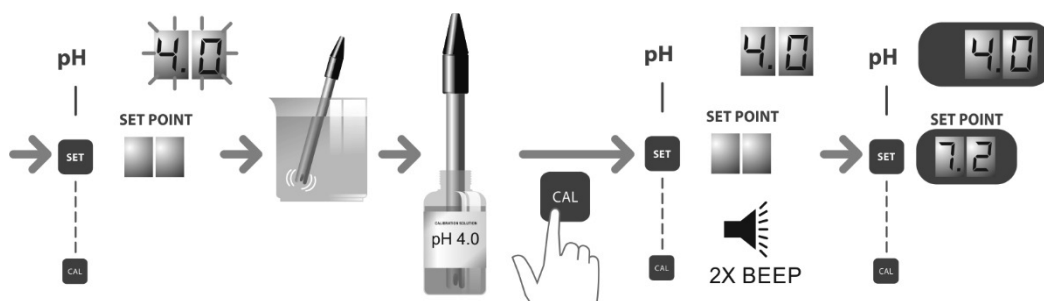

Fig. 15b.
5. Secouez doucement l'électrode pour en retirer les éventuelles gouttes d'eau et introduisez-la dans la solution d'étalonnage de pH 4. Secouez-la doucement pendant quelques secondes et appuyez sur le bouton "CAL" [8]. Une fois la lecture stabilisée, l'écran supérieur affiche la valeur "4.0", puis 2 bips sont émis pour indiquer la fin du processus. Le régulateur quittera automatiquement le mode d'étalonnage et sera opérationnel. (Fig. 15b).